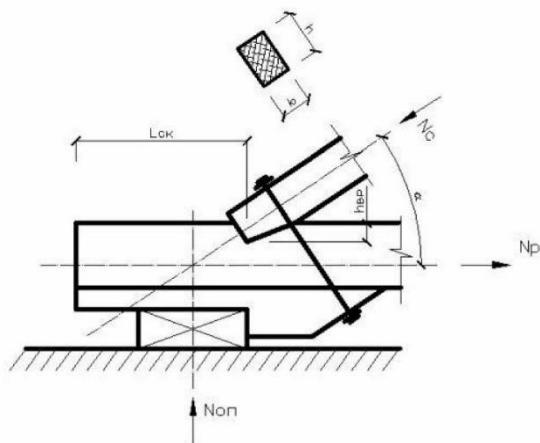

Рисунок 5. Лобовая врубка
4.3 Проверить прочность лобовой врубки с одним зубом опорного узла фермы. Стержни верхнего и нижнего пояса имеют сечения $b \times h$ и в них действуют усилия сжатия N_c . Сжатый стержень наклонен под углом α к растянутому. Глубина врубки h_{bp} . Расстояние от нижней точки врубки до конца пояса L_{ck} (рисунок 5).